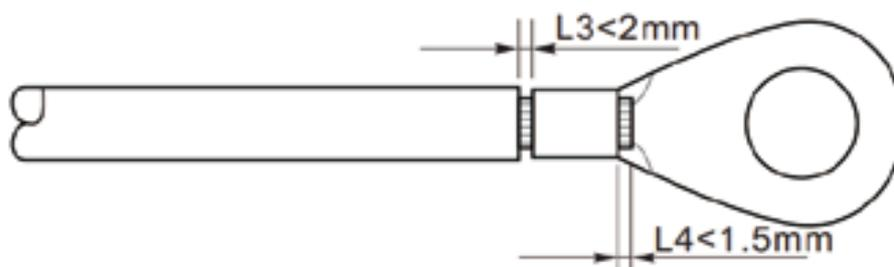

Figura 4-3 Preparando um cabo terra (2)
**Passo 2** Insira os fios com núcleo exposto no terminal OT e crimpe-os usando uma ferramenta de crimpagem, como mostrado na Figura 4-3.